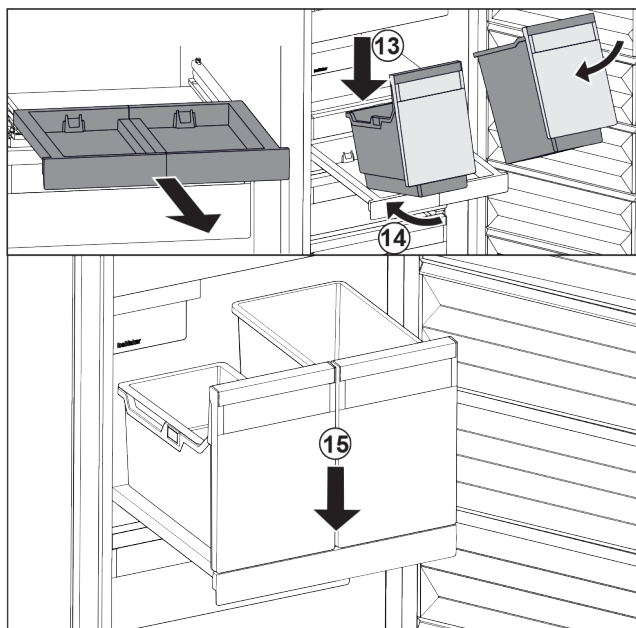

Fig. 90
- ▶ Sett beholderen skrått på uttrekksplaten. Fig. 90 (13)
- ▶ Skyv inn beholderen skrått bakover. Fig. 90 (14)
- ▶ Sett ned beholderen foran. Fig. 90 (15)